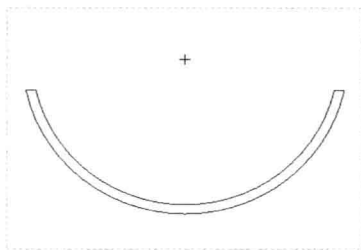

图 2-16 图形文件
Step 01 按【Ctrl+O】组合键,打开图形文件,如图 2-16 所示。